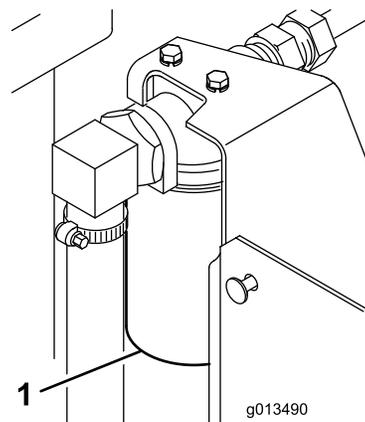

Figura 30
4. Pulite intorno al filtro dell'olio idraulico (Figura 30). Rimuovete il filtro dalla parte inferiore del relativo vano e lasciate defluire l'olio in una bacinella. Utilizzate una chiave per filtri di fondo. Smaltite il filtro dell'olio nel rispetto dell'ambiente